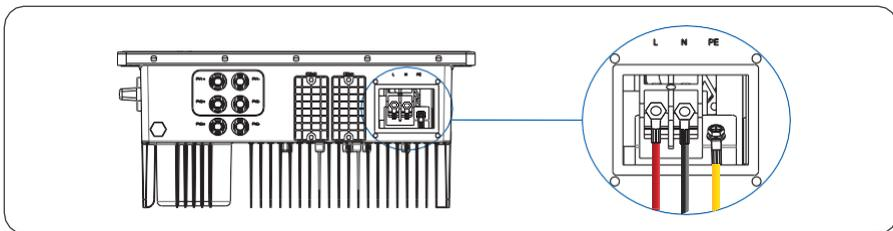
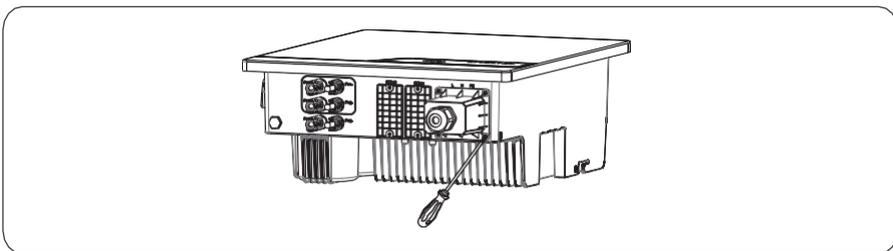

Figura 5.8 Conectando o cabo CA
Figura 5.9 Conectando o conector CA
- Conectores de String FV: São usados conectores de entrada CC positiva e negativa, conforme mostrando na Figura 5.8 e Figura 5.9.